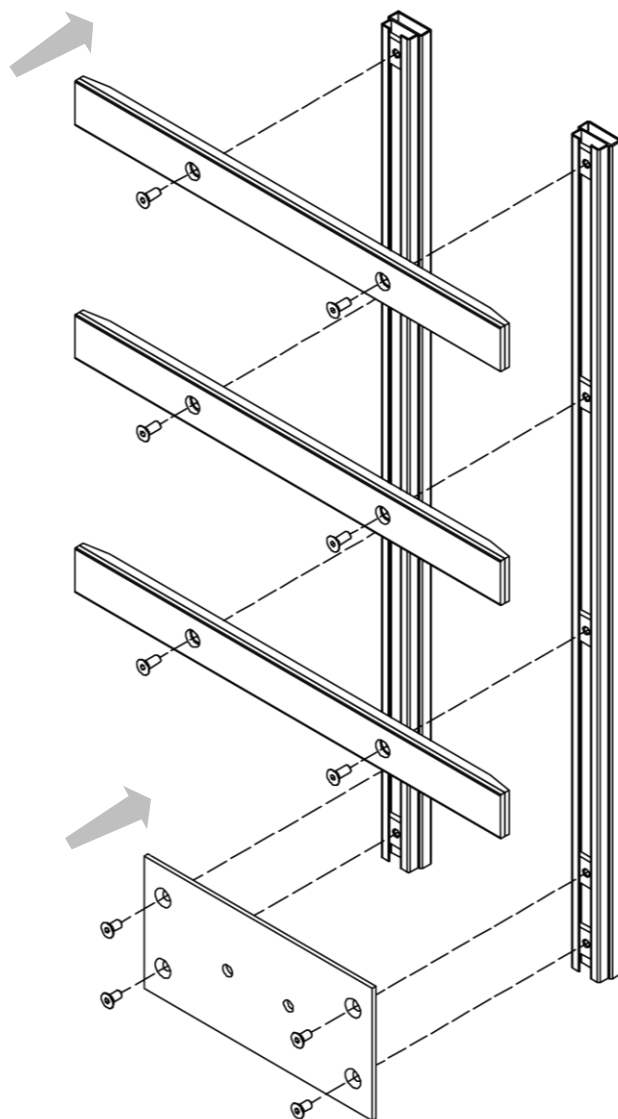

Figura 41
4. Prendere come riferimento la *Figura 41*.